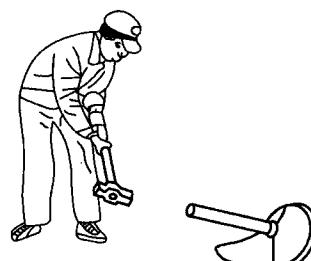

图 2-11 横向抢打的落锤动作
(3) 落锤 要屈腿收腰身体回转，同时右臂下沉使大锤成横扫之势，腰、腿、手臂共同用力于锤去击打锤桩。为保证锤头与锤桩的端面接触良好，锤的下落轨迹后段应与锤桩几乎处于同一直线，如图 2-11 所示，大锤落下后整个身体的姿势与预备姿势相同。